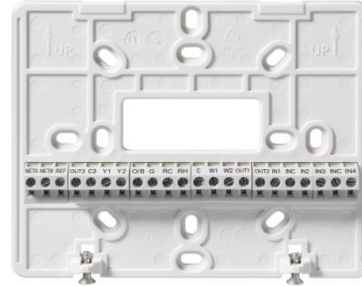

Figure 3. Base du thermostat.
4. Raccordez les fils du système CVC sur les bornes se trouvant sur la base du thermostat (Figure 3).
- Raccordez le fil MS/TP aux bornes NET sur le coté gauche de la base du thermostat (Figure 3).